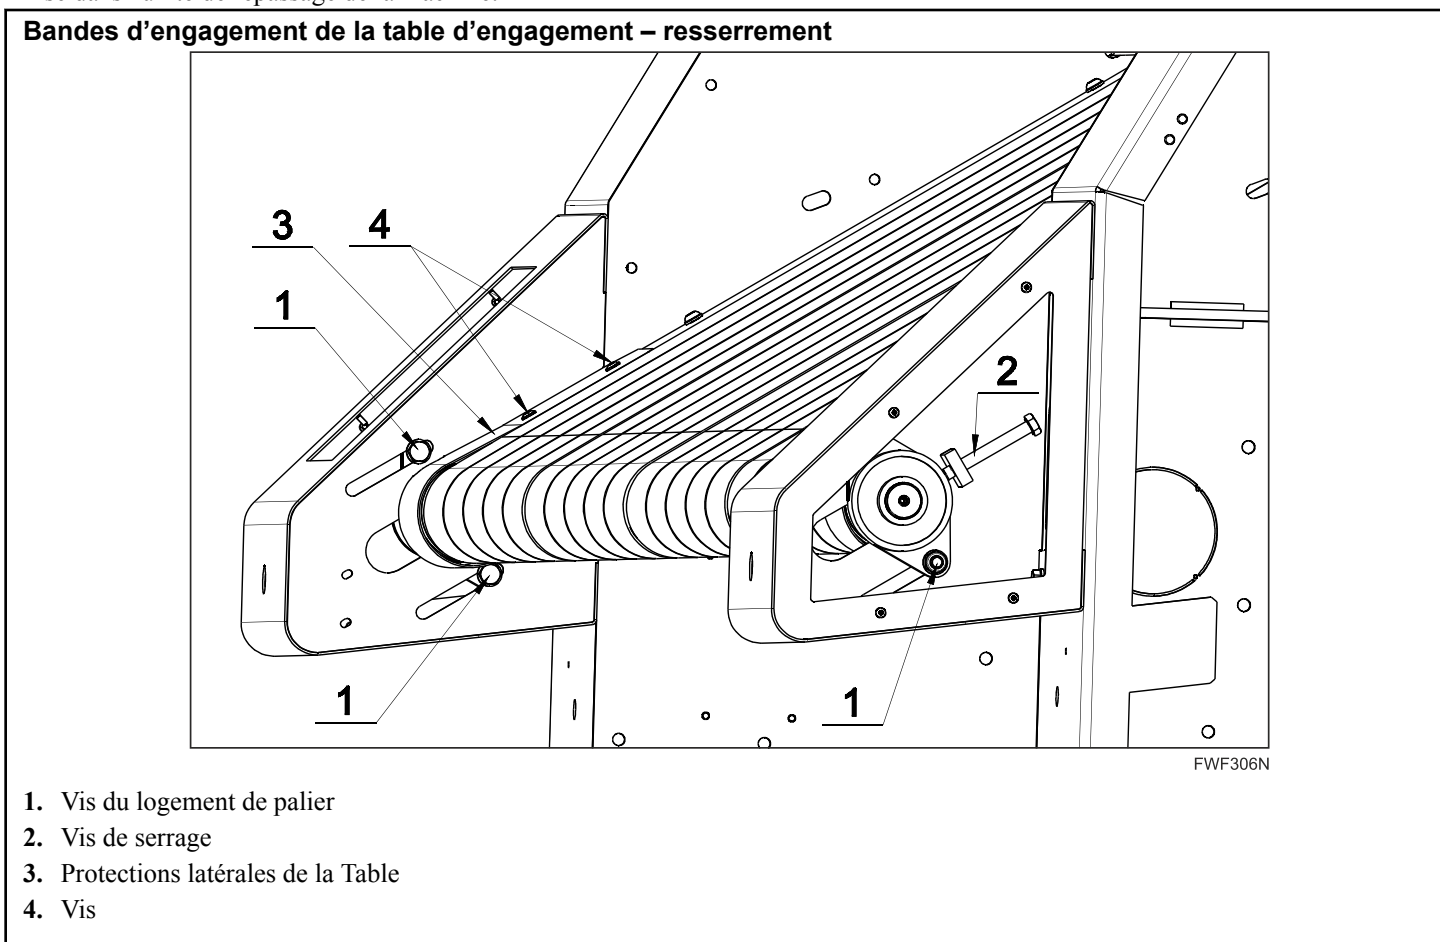

Figure 66
- Les tapis d'alimentation de la table d'insertion. Voir *Figure 66* servent de tapis roulants emportant le linge devant être repassé dans l'unité de repassage de la machine.